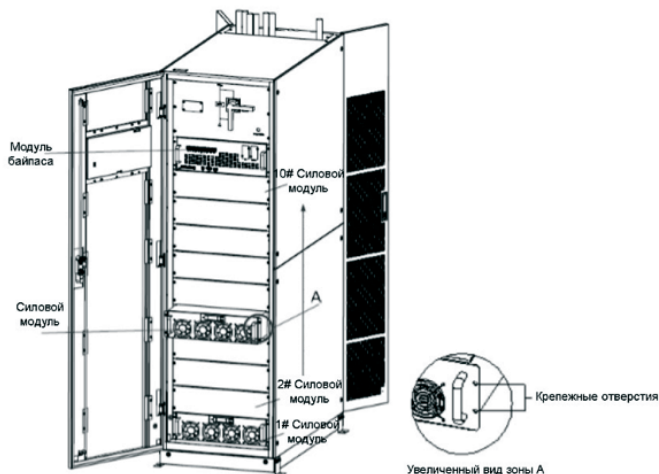

Рис. 2-12. Установка силовых модулей
4. Закрепите модуль в шкафу, используя крепежные отверстия с обеих сторон передней панели модуля, как показано на рис. 2-12.